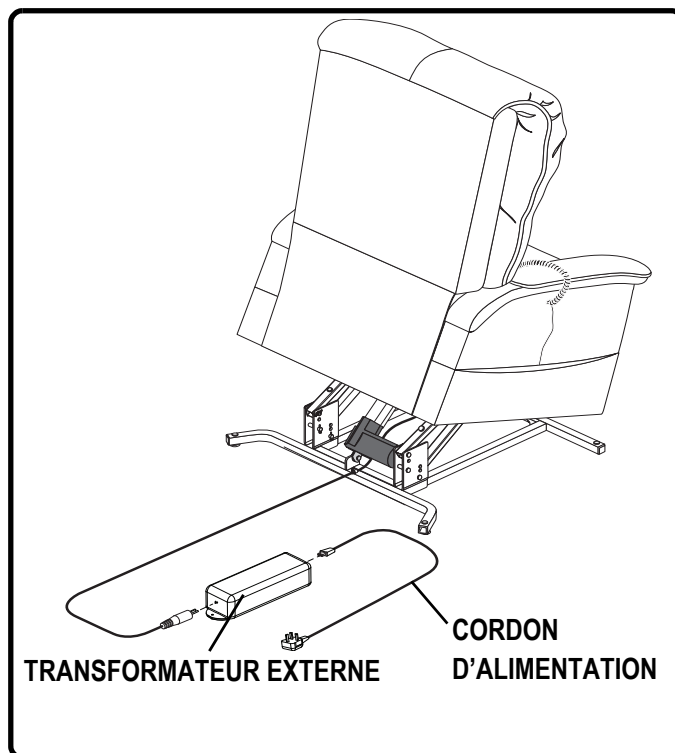

Figure 4.3 Emplacement des batteries
3. Installez deux batteries 9V dans le transformateur externe (Fig. 4.3).